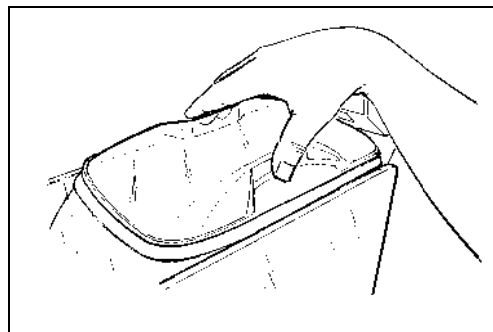

Fig. 6
- Rimuovere il sottocoperchio trasparente (fig.6).